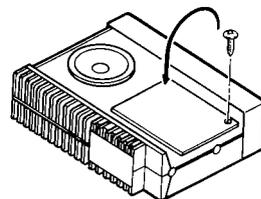

図4
3. コードをはさまないように注意しながら、ユニットを本体に貼り、付属ねじ(1本)で止めます(図4)。